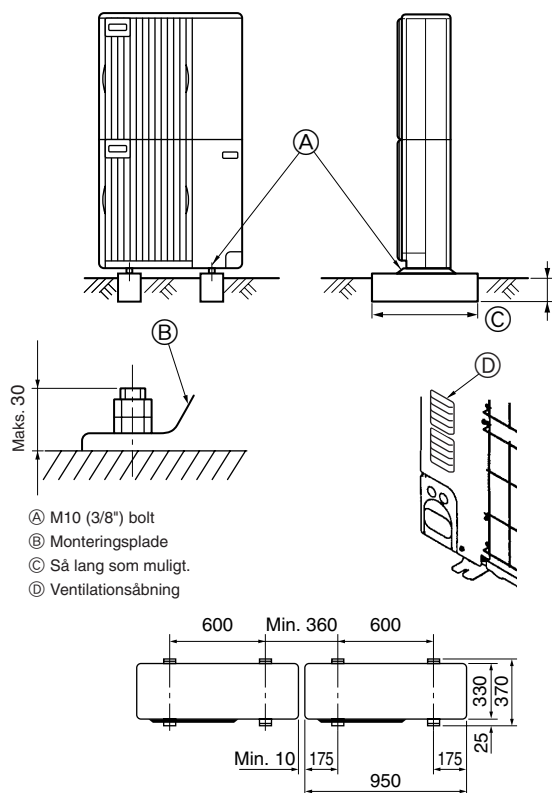

Fig. 3-1
• Enheden skal monteres på en solid, plan overflade for at forhindre raslelyde under anvendelsen. (Fig. 3-1)